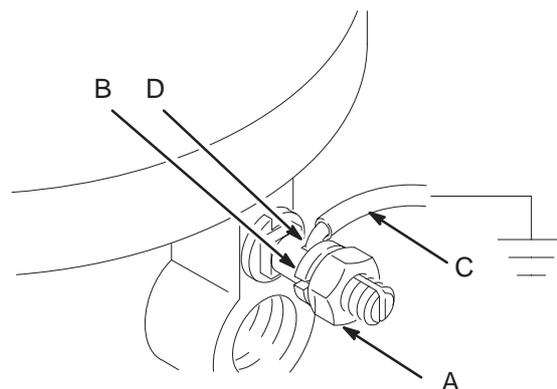

Fig. 1
- **Pompe:** Utiliser un câble et une pince de terre comme indiqué à la Fig. 1. Desserrer l'écrou (A) et la rondelle (B) de la borne de terre. Introduire l'une des extrémités d'un fil de terre (C) de 12 ga (1,5 mm2) minimum dans la fente de la borne (D) et serrer l'écrou à fond. Raccorder l'autre extrémité du câble à une véritable prise de terre. Pour commander, indiquer la réf. 103-538 pour la pince de terre et la réf. 208-950 pour le fil de terre.